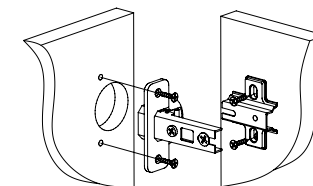

Рис.3
2. При помощи шурупов 3,5х16 установить петли накладные с еврвинтом на детали 17 (2шт.); петли полунакладные- на детали 18 (2шт.). Установить ответные планки петель на детали 3, 4, 5, 6 (Рис. 3).